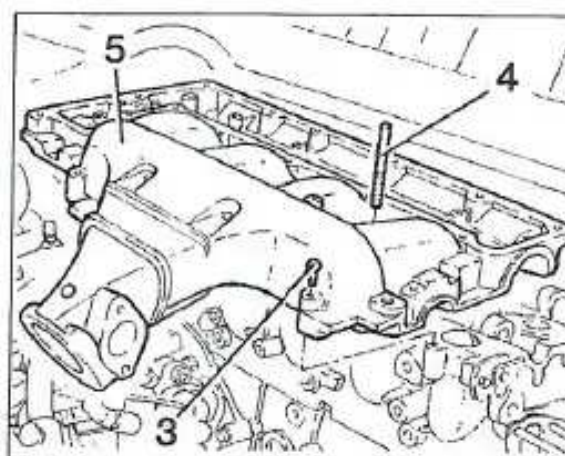

FIGURA 1-24
- Aflojar los tornillos de fijación (3) y los espárragos (4) y desmontar la caja de apoyos superior (5) (figura 1-24).